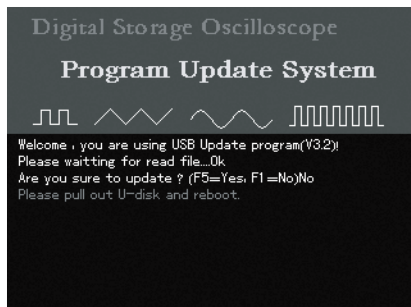

图5-15
10、在升级时，读取程序升级包信息，并判断正确后，想中止升级，根据升级引导界面提示，按 **[F1]**，退出升级系统，将出现图5-15所示，提示“用户中止程序升级，请拔掉U盘，重启示波表”。